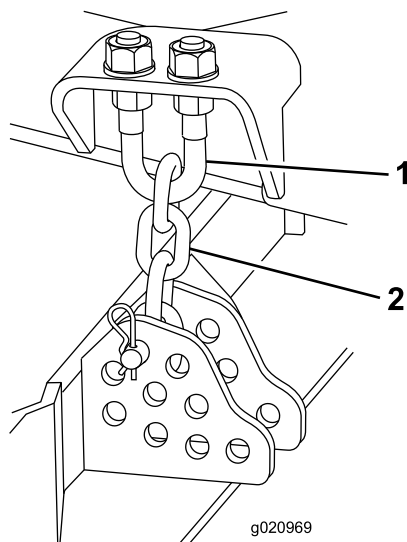

Bild 80
4. Entfernen Sie den Splint und den Lastösenbolzen, mit denen die Schnitthöhenkette an der Rückseite des Mähwerks befestigt ist (Bild 80).